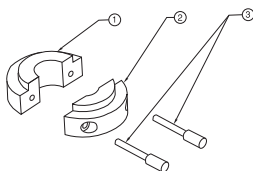

Figura 3
1. Monte las dos secciones de la abrazadera del intravenoso (elementos 1 y 2 en la Figura 3) alrededor del soporte del mismo.